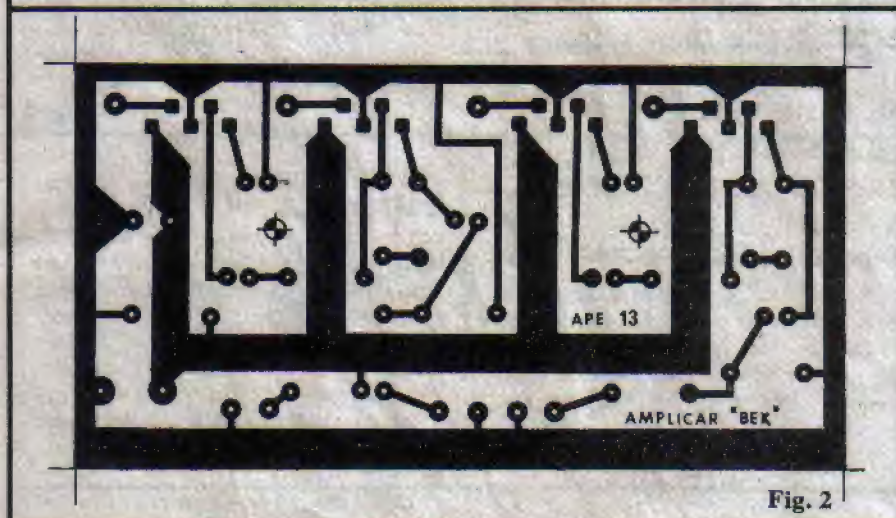

Fig. 2
- FIG. 2 - Lay out do Circuito Impresso. Conferir cuidadosamente a placa, depois de terminada e limpa (ou a recebida com o KIT, no caso de aquisição direta) e corrigir eventuais defeitos antes de iniciar a montagem. Quem ainda não tiver muita prática deverá ler atentamente as INSTRUÇÕES GERAIS (lá nas primeiras páginas deste exemplar) recolhendo importantes subsídios práticos.